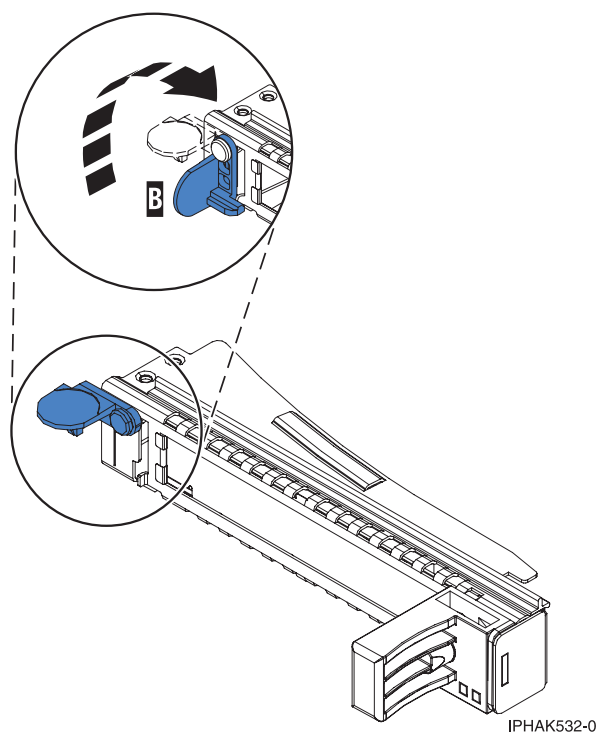

Abbildung 69. Kassettenhalteklammer öffnen
- b. Drehen Sie die Kassettenhalteklammer in die geöffnete Position. Siehe Abb. 69.